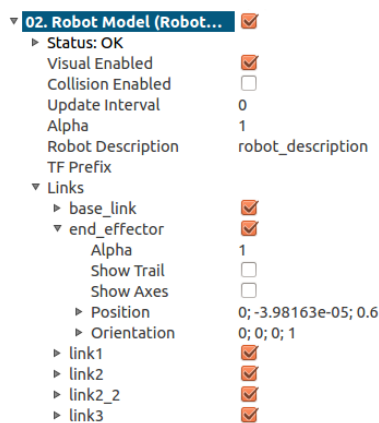

Figure 2: Lecture de la situation de l'effecteur dans RViz
L'interface RViz apparaît avec un modèle 3D. RViz permet d'afficher la situation globale du robot. La fenêtre de gauche donne des informations sur les différents éléments (links) du robot. Notamment, comme montré en Fig.2, il est possible de lire la position et l'orientation de l'effecteur (end\_effector). On utilisera donc cette fenêtre pour valider le modèle géométrique. En cochant la case "Show Trail", RViz affiche également la trajectoire suivie par l'effecteur.
- Q2** En jouant sur les sliders (fenêtre **Joint State Publisher**), comparer en plusieurs endroits les valeurs de votre programme avec celles indiquées par le simulateur (Fig.2). Valider ainsi le modèle calculé.